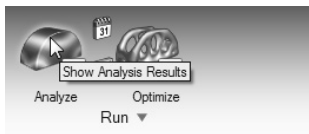

图 16-3
2) 选择结构仿真功能区中的显示分析结果工具，如图 16-3 所示。